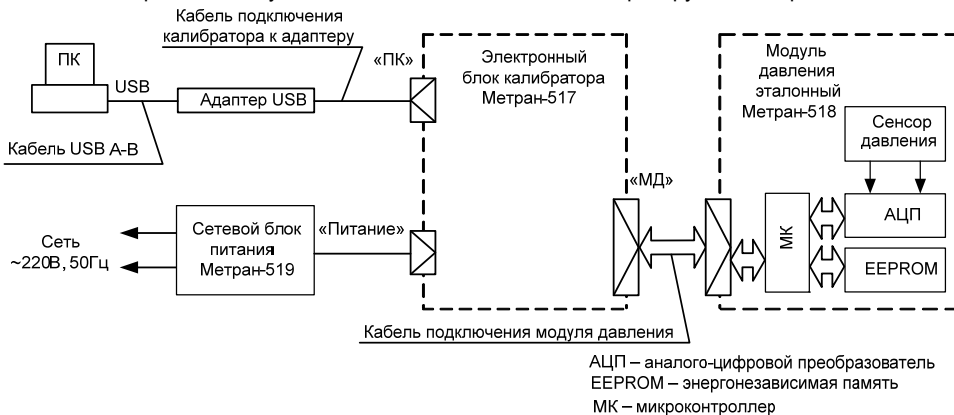

Рисунок 1 – Схема подключения модуля давления при работе в составе калибратора
1.4.1 Устройство модуля давления, подключение к калибратору и ПК см. рис. 1 и 2.